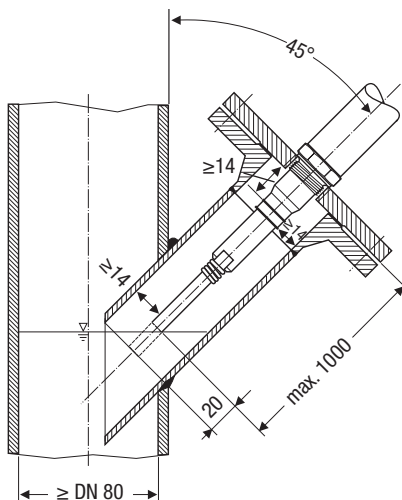

Fig. 16 Schuine inbouw bijv. in stijgende aanvoerleidingen van heetwaterinstallaties of tanks
- De hellingshoek van de elektrode mag maximaal 45° bedragen, de lengte van de elektrodestaaf is daarbij tot 1000 mm begrensd. **Fig. 16, 20**